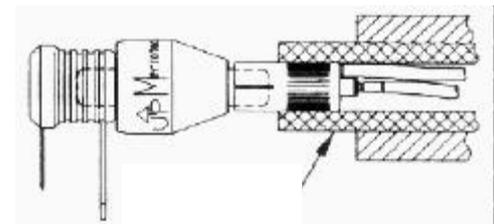

Fig.5 Aislante térmico
7. Las vibraciones y los golpes mecánicos reducen la vida o provocan fallos. Algunas instalaciones requieren un montaje de 'aislante', como el tubo de goma. <Fig 5>
<Fig 5> Aislante de vibraciones